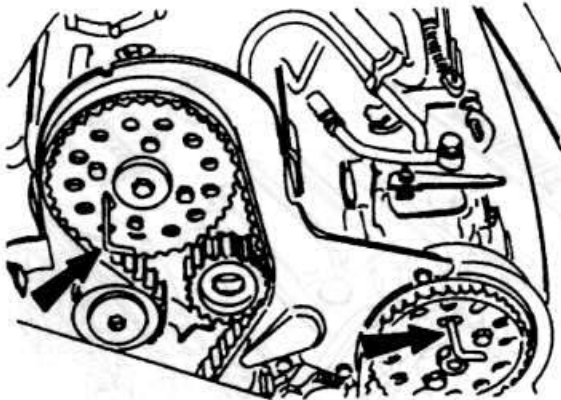

Рис. 2.91
- ♦ Установите поршень первого цилиндра в ВМТ (рис. 2.91).